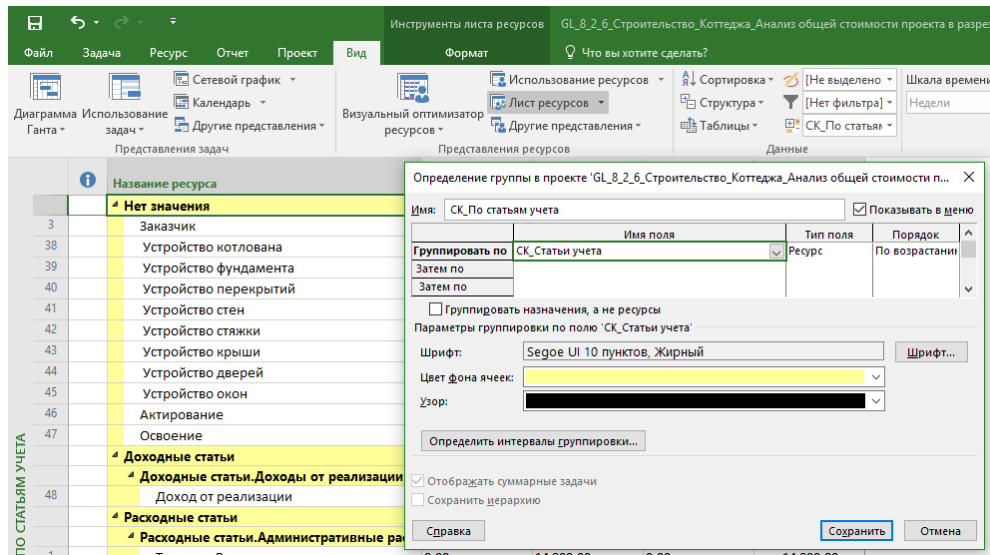

Рисунок 8.60 – Представление для анализа по статьям учета
7. Выбрать группировку по полю «Кодировка справочника1 «СК_Статьи учета» и нажать «Сохранить» (Рисунок 8.60).